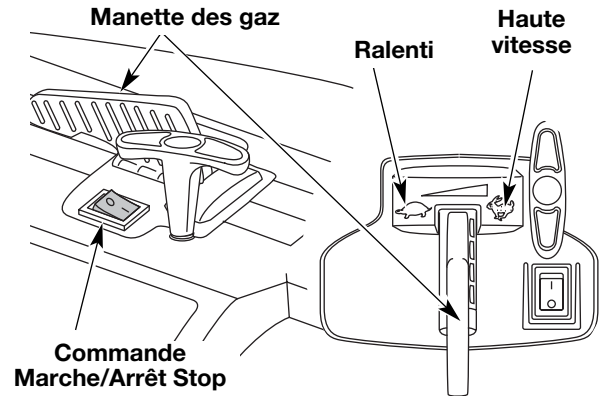
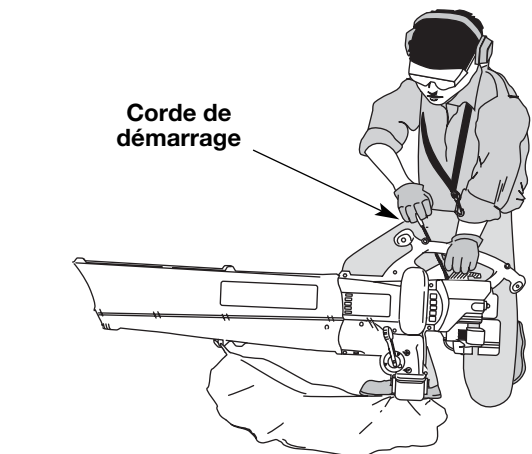

Fig. 9
Fig. 11
AVERTISSEMENT: éviter le démarrage accidentel. Se tenir en position de démarrage pour lancer le moteur (Fig. 11). Lors du démarrage, l'opérateur et l'outil doivent être en position d'équilibre afin d'éviter le risque de blessures graves. D'autre part, pour le démarrage, l'outil doit toujours être posé sur une surface propre et ferme. Les matériaux tels que le gravier, le sable, la poussière, l'herbe, etc. peuvent être aspirés par l'admission d'air et projetés par la sortie de l'outil.
- Mettez l'outil en position de démarrage (Fig. 11). Mettez la manette des gaz en position de haute vitesse (☛) (Fig. 9).
1. Appuyez sur la commande Marche/Arrêt Stop et maintenez-la en position **ARRÊT (O)** jusqu'à ce que le moteur s'arrête complètement (Fig. 9).